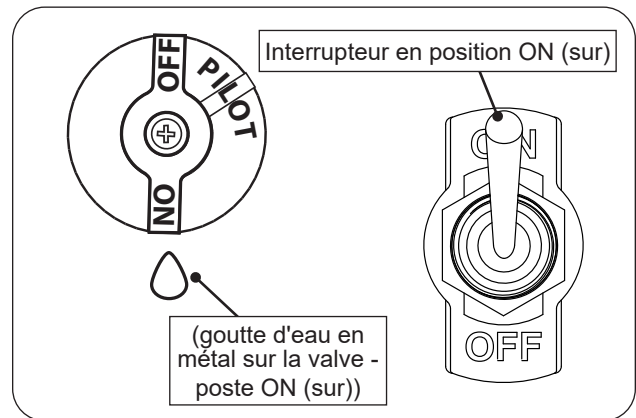

Fig. 48-1 Manual lighting
1. Assurez-vous que la veilleuse brûle. Tournez le bouton de commande dans le sens antihoraire ↻ sur **ON** (sur) (voir Fig. 48-1).
2. Basculez l'interrupteur à bascule sur **ON** (sur) pour allumer le brûleur (voir Fig. 48-1).